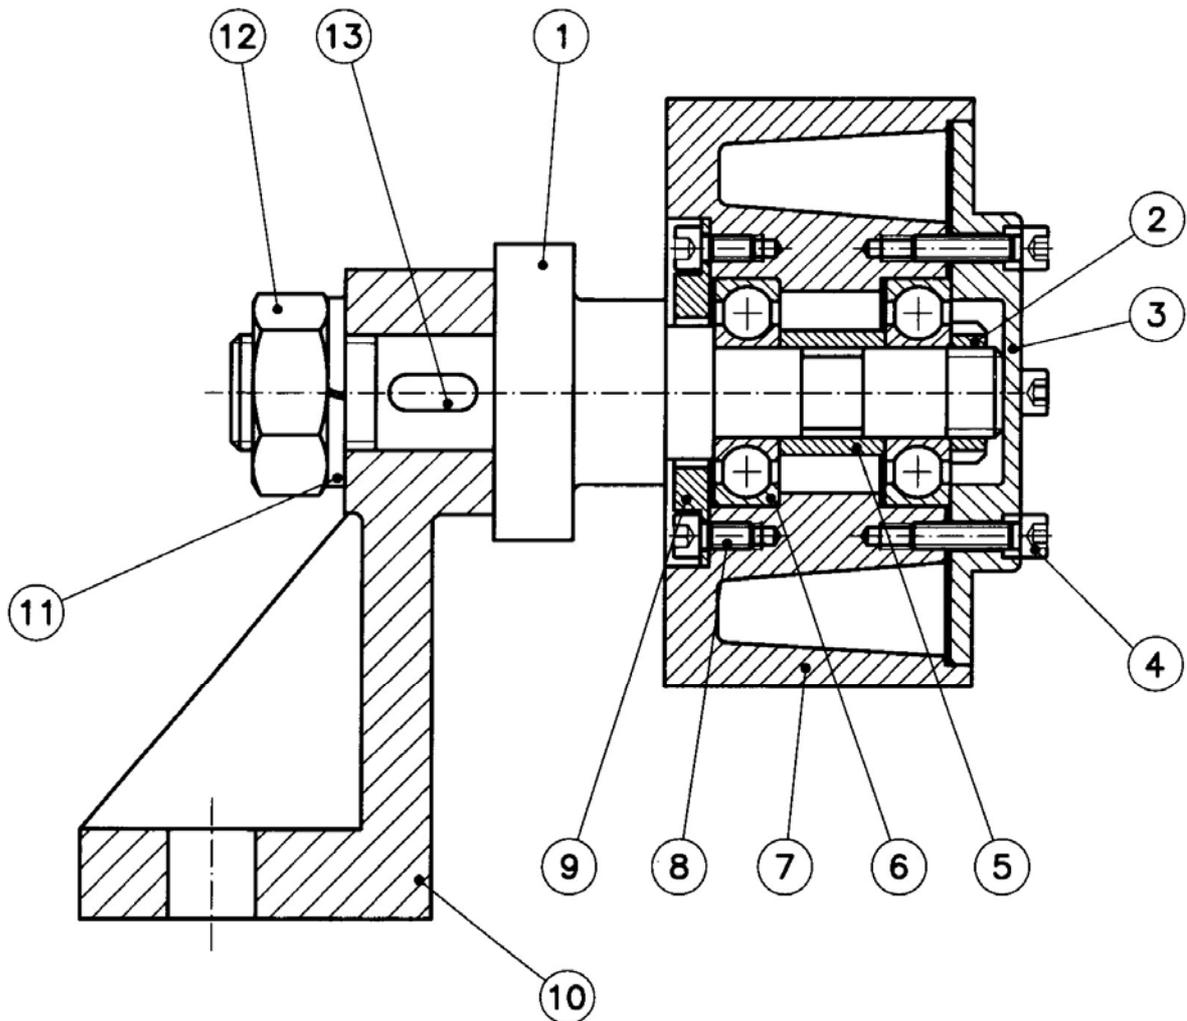

Figura 1
1. Dado el dibujo de conjunto de un tensor de polea (figura 1), se pide el dibujo de despiece de la marca 1 (eje). Representar dicho eje, con las vistas necesarias y suficientes, utilizando los recursos normativos que se consideren necesarios. Indicar que la mayoría de las superficies deben disponer de un acabado superficial N9, excepto algunas otras que deben figurar sobre el dibujo, que deberán ser de N5 y N6. Posteriormente, acotar sin cifras, según normas. Finalmente, reproducir una vista isométrica del eje. La totalidad de este trabajo se realizará a mano alzada (4 puntos).